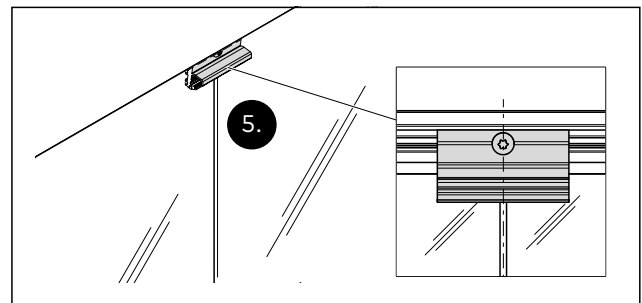

Abb. 30 Die Position der Glas-Klemmstücke auf der Fuge zwischen dem Oberlicht und einem Seitenteil
5. Die Glas-Klemmstücke im waagerechten Aufnahmeprofil auf der Fuge zwischen Oberlicht und Seitenteil anbringen und fixieren (Abb. 30).